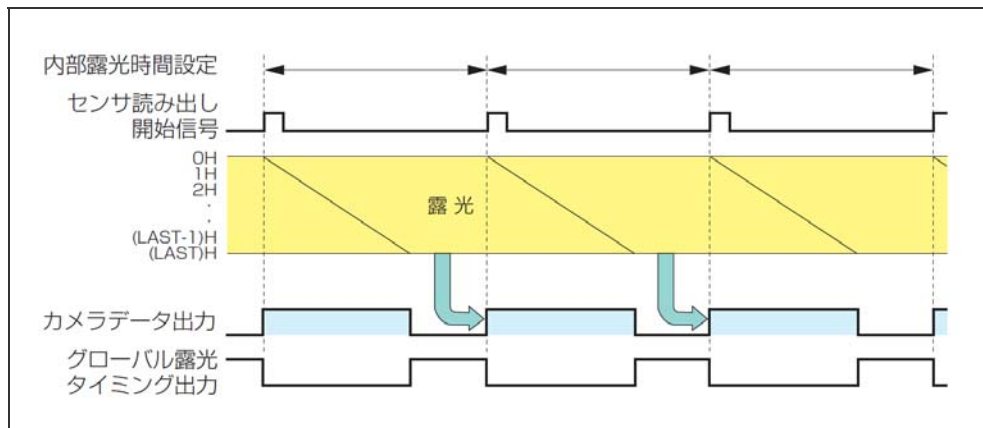
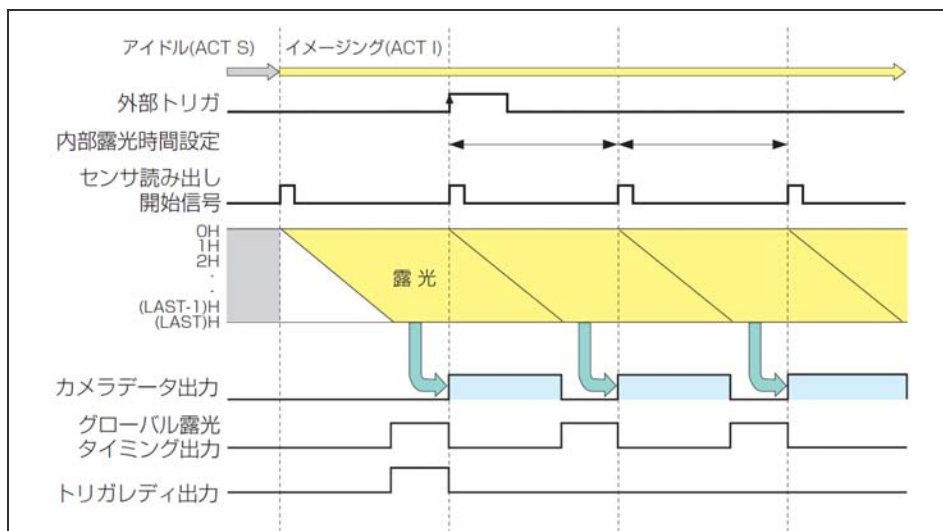

図 9-3
図 9-13 外部トリガ:カレントスタートトリガモード
ノーマル読み出しモード時の露光、読み出しタイミングを図 9-3 に示します。最速で 45 Hz のフレームレートで動作可能で、対象物が暗い場合には、露光時間を長くして信号量を増やし、S/N を上げてデータ取得することが可能です。このモードでは、読み出し速度は露光時間に依存し、読み出し速度 =  $1 / \text{露光時間}$  となります。なお、最大露光時間は 10 s です。
- ・ 各トリガ出力のタイミングの詳細は、図 9-3～図 9-13 をご参照ください。